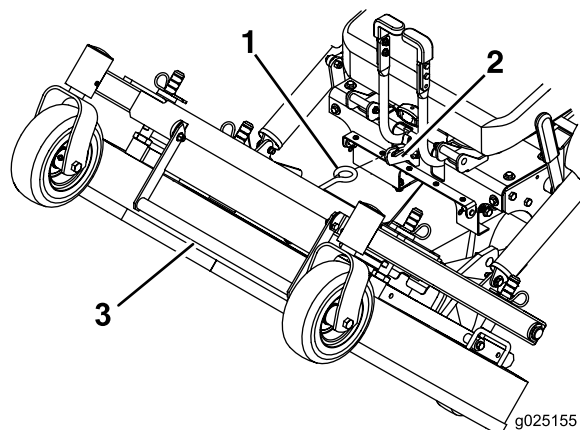

Figure 22
6. À l'aide de la poignée de relevage du plateau, soulevez le plateau et verrouillez-le en position relevée (le verrou se trouve à l'avant, au centre du siège) (Figure 22).
1. Tenez fermement la poignée de verrouillage du plateau, décrochez le verrou de la machine et abaissez doucement le plateau de coupe au sol (Figure 22).